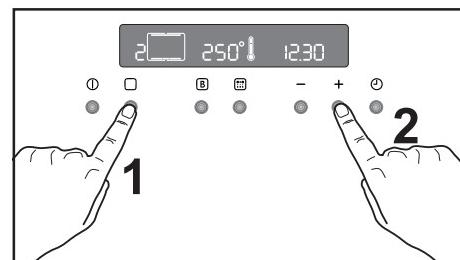

Abb. 2
- Drücken Sie die Taste zweimal und wählen Sie die Funktion „Ober- und Unterhitze “ (Abb. 2).